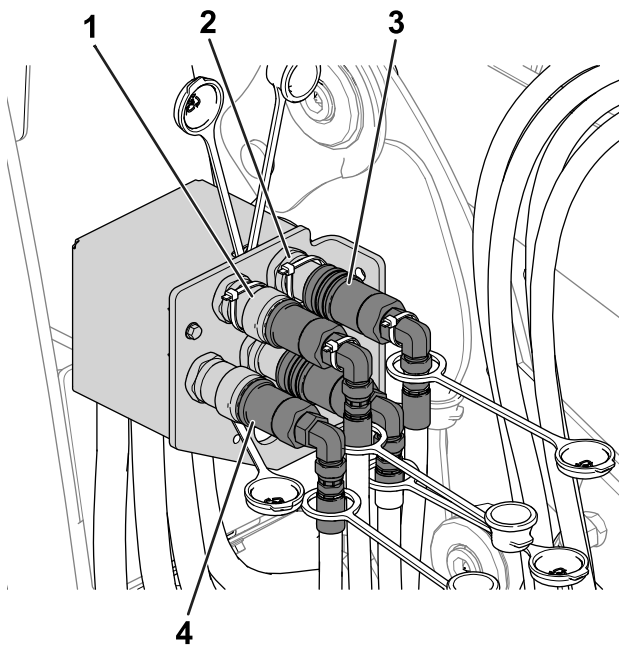

Рисунок 48
7. Выполните следующие действия для отсоединения гидравлических соединителей (Рисунок 48):